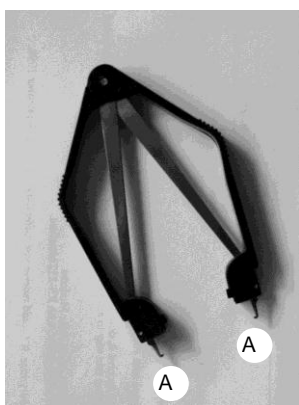

Abb. 2.7.2: PLCC-Abziehzange
4. Der μ -Controller wird mittels PLCC-Abziehzange, Abb. 2.7.2, entfernt. Dabei ist die Zange so anzusetzen, dass die mit A gekennzeichneten Teile der Zange mit denen des Sockels übereinstimmen (siehe Abb. 2.7.2 und 2.7.3).